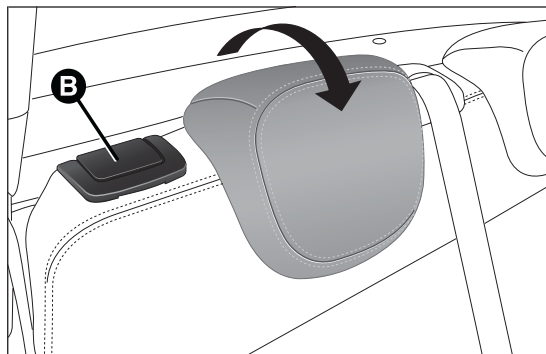
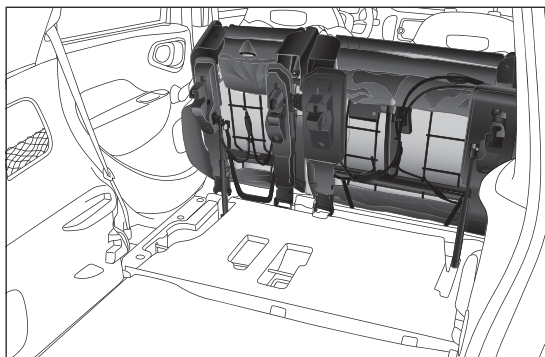

fig. 87
fig. 88
- ☐ sollevare la leva di sgancio B fig. 87 per ribaltare la porzione sinistra oppure destra dello schienale: lo schienale ed il cuscino verranno ribaltati automaticamente in avanti (vedere fig. 88). Se necessario accompagnare lo schienale nella prima parte del ribaltamento.